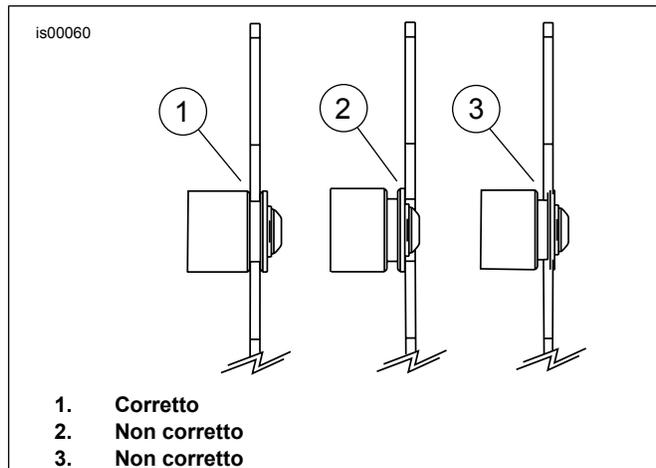

Figura 2. Tacca dell'alzata all'inserimento nel punto di ancoraggio
2. Vedere Figura 2. Verificare il corretto inserimento delle tacche.
5. Vedere Figura 2. Verificare che le tacche siano bloccate.